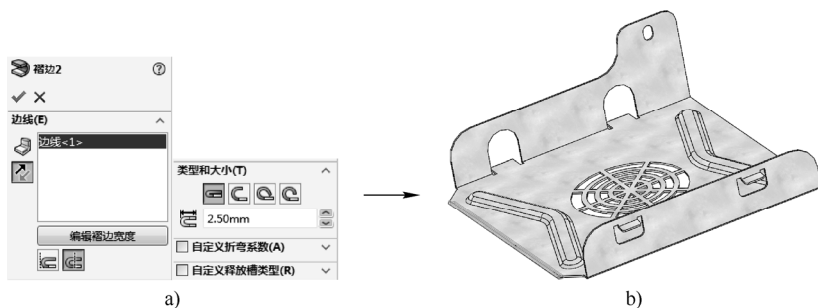

图 8-60 创建褶边
STEP 12 单击“钣金”工具栏中的“褶边”按钮，选择钣金边角处理侧的边线进行褶边处理（选择“材料在内”和“闭环”方式，褶边长度均为“2.5mm”），如图 8-60 所示，完成模型的创建。